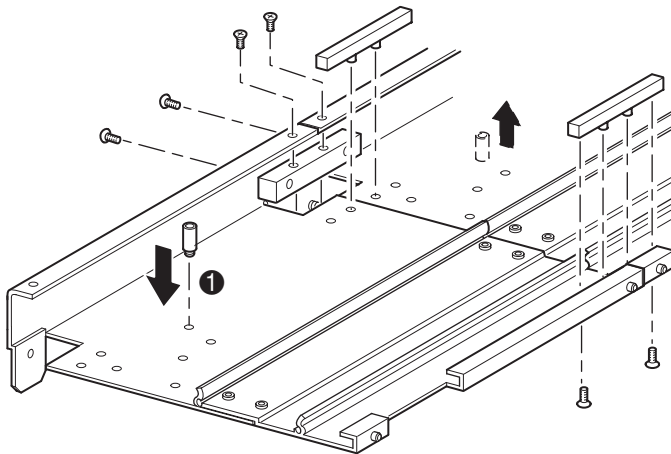

Abbildung 2–18: Anbringen der Befestigungsstreben
- b. Setzen Sie die Stifte der beiden schmalen Verbindungsstreben in die Bohrungen der Erweiterung und der PTM-Basiseinheit ein (siehe Abbildung 2–18), und befestigen Sie die Streben dann mit vier Schrauben (jeweils zwei pro Verbindungsstrebe).
- c. Befestigen Sie die große Verbindungsstrebe (abgeschrägte Kante an Innenecke von PTM-Basiseinheit und Erweiterung) mit vier Schrauben (siehe Abbildung 2–18).
11. Entfernen Sie den unteren Endanschlag von der PTM-Basiseinheit, und befestigen Sie ihn in der entsprechenden Bohrung (❶, Abbildung 2–18) in der letzten Einheit des erweiterten PTM.